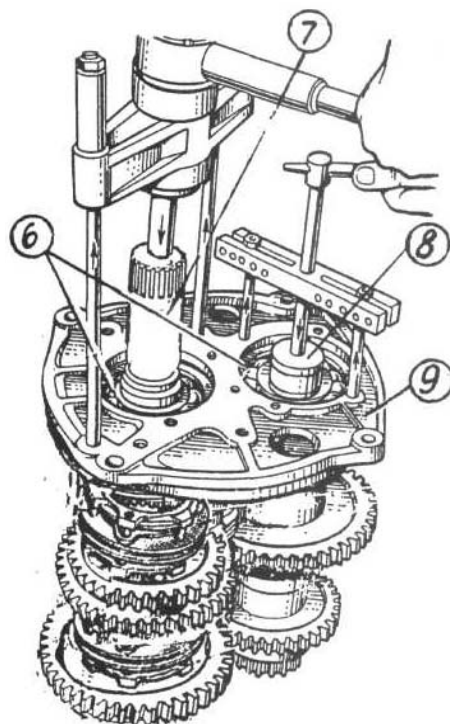

Рисунок 4.37
3) спрессуйте стакан (9) (рисунок 4.37) вместе с подшипниками (6) с валов (7) и (8);